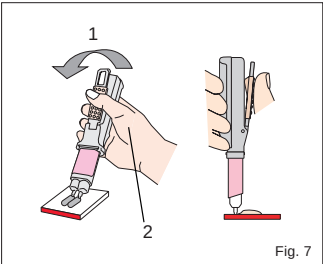

Fig. 7
c) Mentre si preme la leva, stendere e staccare il materiale estruso portando la cartuccia e il dispenser in posizione verticale sul blocco di miscelazione. (Fig. 7)
- Mientras presione la palanca, nivele e interrumpa el material que sale de las puntas del cartucho moviendo el cartucho y el aplicador a una posición vertical sobre el bloque de mezclas. (Fig. 7)